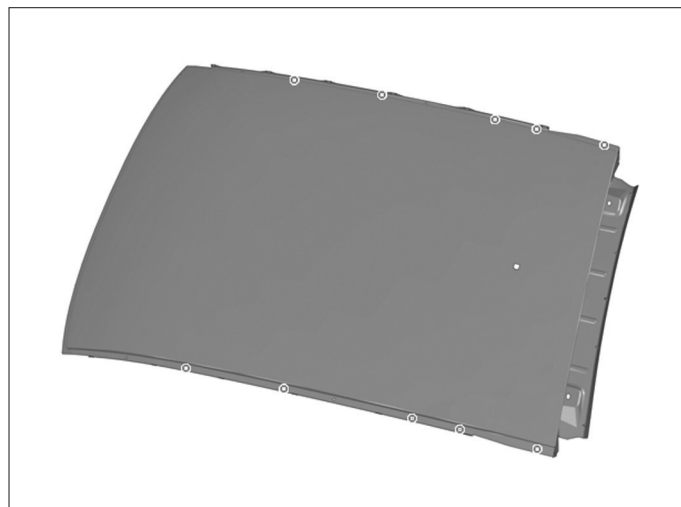

FIG. 126
- Percer des trous Ø 6,5 mm pour le soudage par points bouchons (Fig.126).